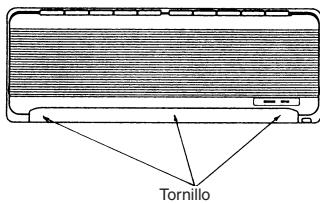

Fig. 3-12
3.6. Retire el panel frontal (Fig. 3-12)